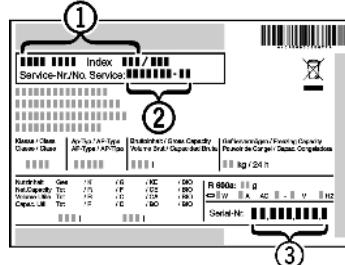

Fig. 40
- Считать обозначение устройства Fig. 40 (1), сервисный номер Fig. 40 (2) и серийный номер Fig. 40 (3) с заводской таблички. Заводская табличка находится внутри устройства слева.